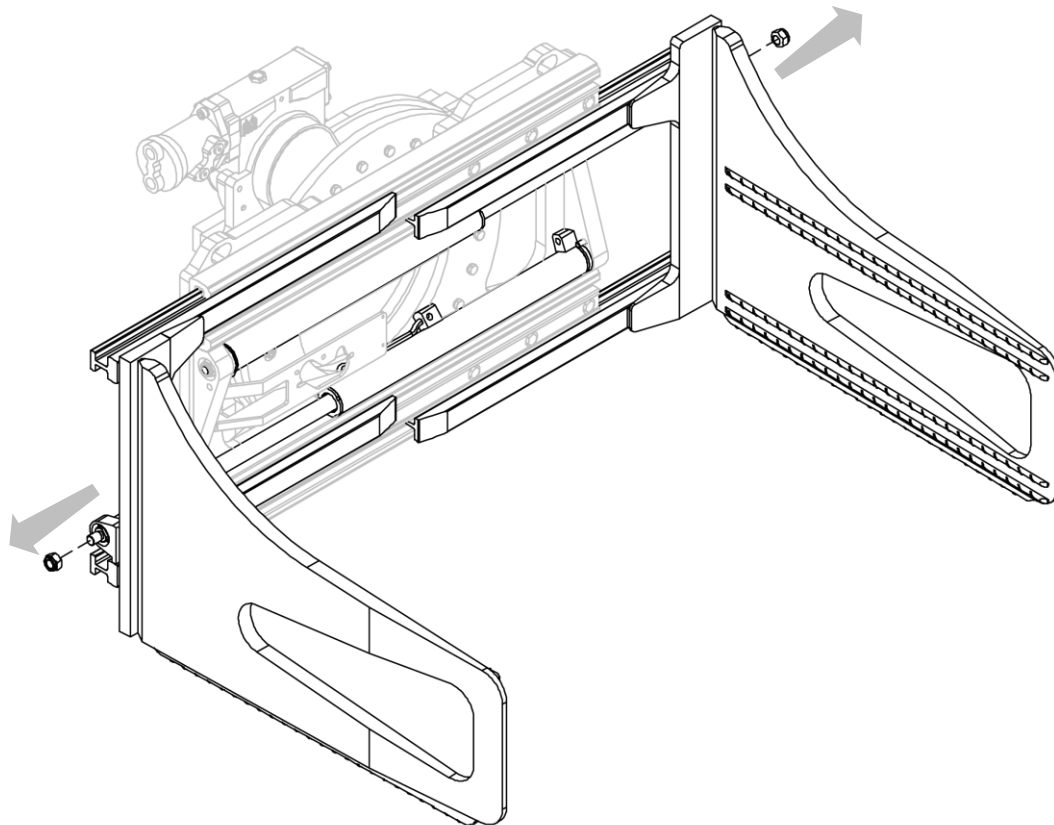

Figure 28
3. Retirer les écrous qui raccordent les vérins aux fourreaux (voir Figure 28).